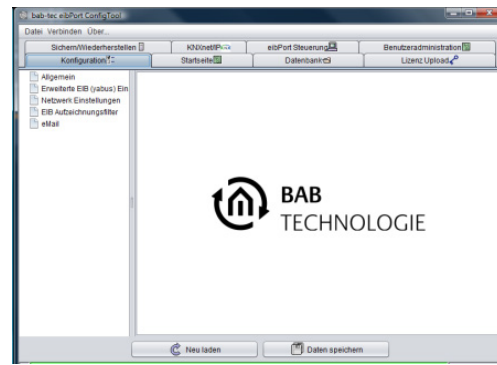

Bild 5: ConfigTool
- Das ConfigTool öffnet sich. Die Oberfläche zum Reiter „Konfiguration“ ist auf dem Bildschirm sichtbar (Bild 5).